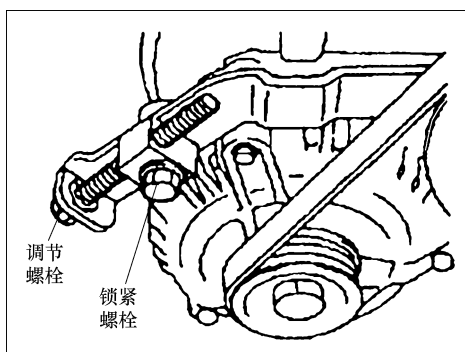

图 2-2 调整交流发电机驱动带张力
- 3) 如图 2-2 所示,使用调节螺栓将轮带的张力和挠度调整到标准值。